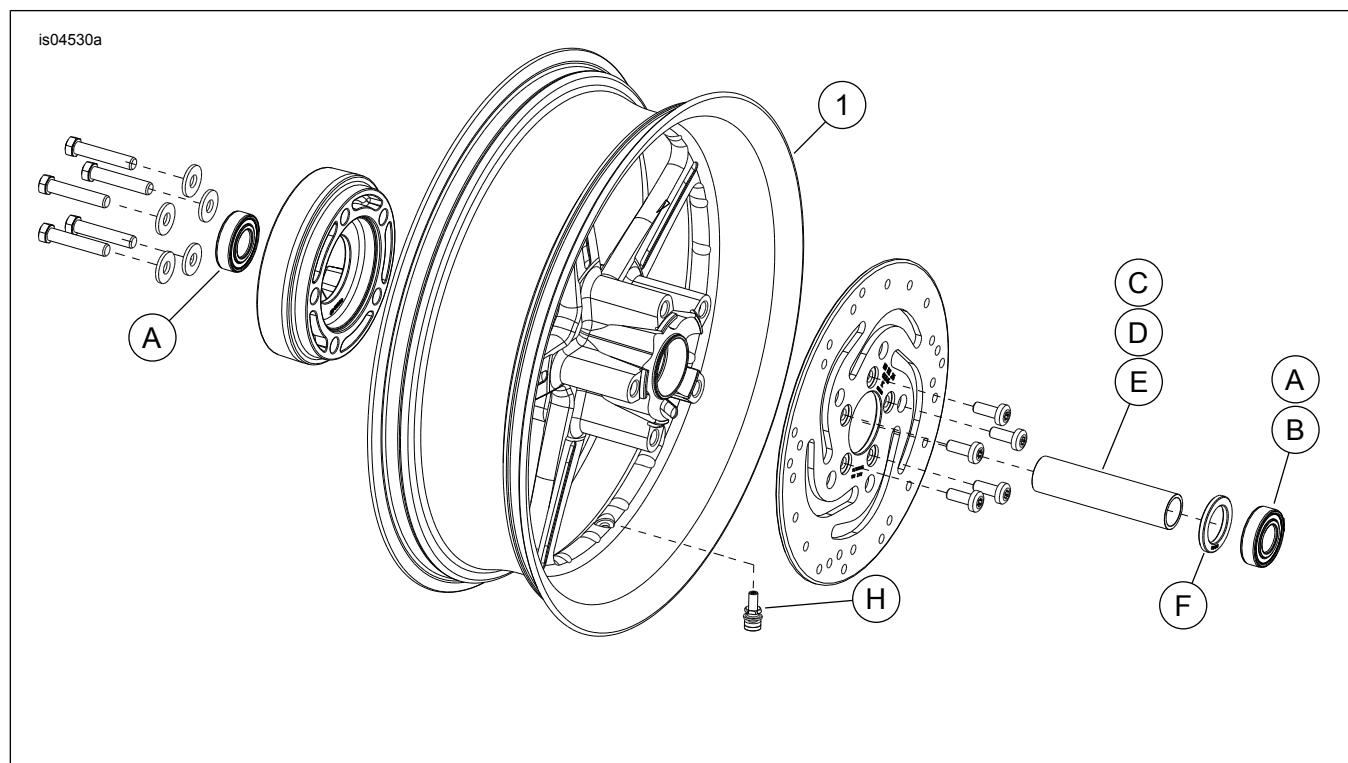

Figure 1. Pièces détachées : Roues arrière Reactor
Voir Figure 1 et les tableaux des pièces détachées.
2. Voir Figure 1. Installer l'ensemble de tige de soupape (H) sur la roue selon les instructions du manuel d'entretien approprié.